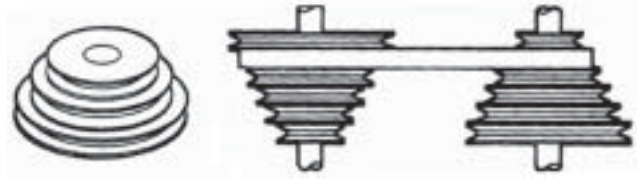

Fig. 14
- (d) Fig. 14 shows a stepped cone pulley system.